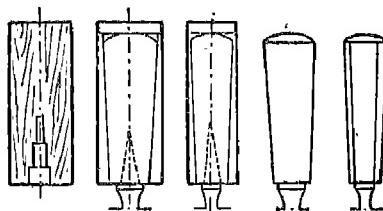

Fig. 13. — Fabrication d'un manche de ciseau ou de bédane. Expliquez les différentes phases du travail.
Le manche, en bois dur, est taillé à pans et arrondi au sommet, sur lequel le menuisier frappe à coups de maillet en bois. On le perce de trous de diamètres dégressifs (fig. 13), afin de pouvoir l'enfoncer à force sur la soie, sans qu'il se fende ; il vient ainsi s'appliquer sur l'embase qui l'empêche de s'enfoncer davantage.
4. Confectionner un manche de ciseau dans un bloc carré de bois dur (charme) (fig. 13). Percer une série de trous de diamètres dégressifs; enfoncez à force la scie de l'outil, tracer l'axe de l'outil, et la forme sur chaque face du bloc; exécuter (scie, rabot et râpe).